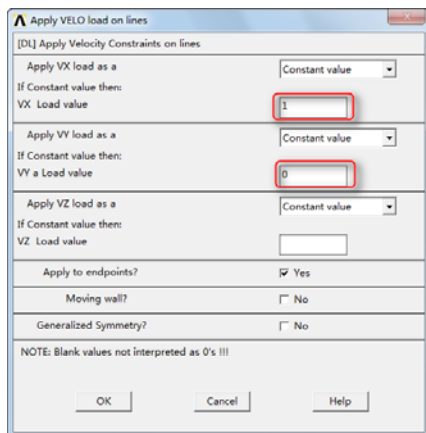

图 5-20 “Apply VELO load on lines”对话框
①定义来流速度:依次选择 Main Menu→Preprocessor→Loads→Define Loads→Apply→Fluid/CFD→Velocity→On Lines,会弹出拾取对话框。拾取入口矩形的左边,单击“OK”按钮,弹出“Apply VELO load on lines”对话框,如图 5-20 所示。在“VX Load value”中输入 1,“VY a load value”中输入 0。单击“OK”按钮关闭“Apply VELO load on lines”对话框。定义来流速度在 X 方向速度为 1m/s, Y 方向速度为 0。
②定义管道上下边的粘附条件：依次选择 Main Menu→Preprocessor→Loads→Define Loads→Apply→Fluid/CFD→Velocity→On Lines，会弹出“拾取”对话框。拾取流场区域上下的 6 条直线或曲线，单击“OK”按钮，会弹出如图 5-20 所示的对话框。在“VX Load value”中输入 0，“VY a load value”中输入 0，单击“OK”按钮关闭“Apply VELO load on lines”对话框。